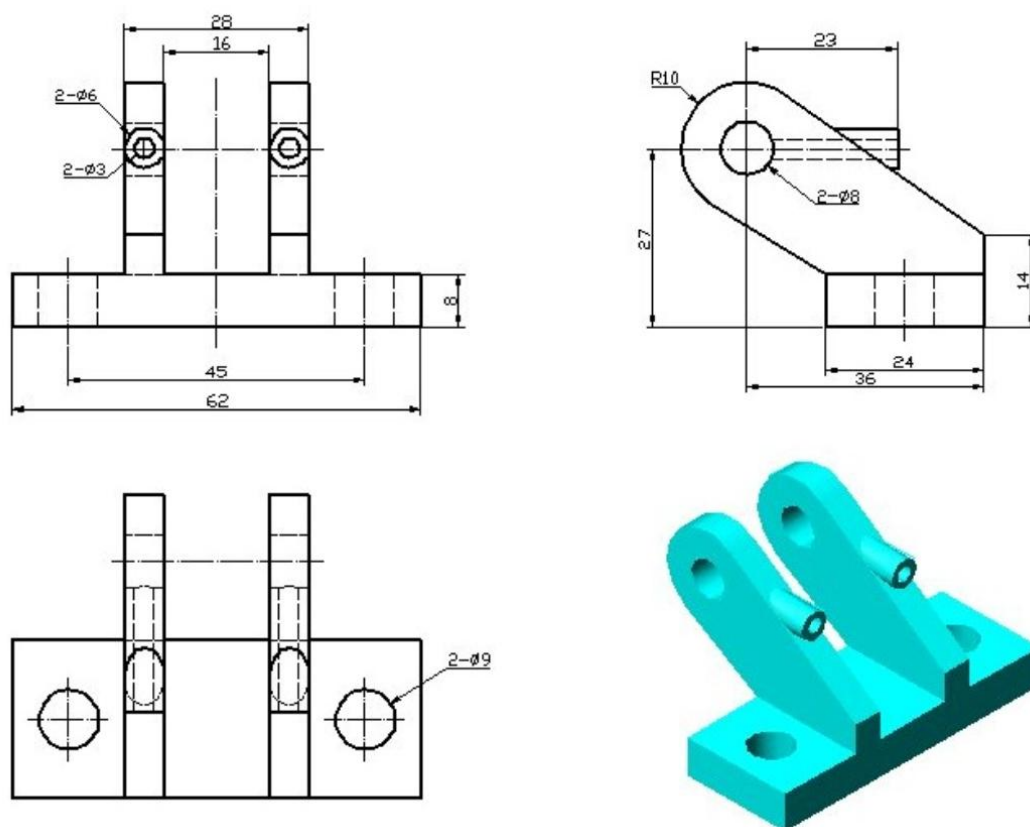

图 J1-1 三维零件 1
①在盘下建立考生文件夹，文件夹名称为“场次-工位号”，所有文件必须保存在考生文件夹中，否则记零分；
②文件名称为“J1-1”，保存在考生文件夹中；
③根据图 J1-1 所示尺寸完成三维建模；
④隐藏草图和创建的基准平面；
⑤考试过程中注意保存，考核结束时考试应立即停止操作，不得关闭电脑，离开考场。
(2) 实施条件